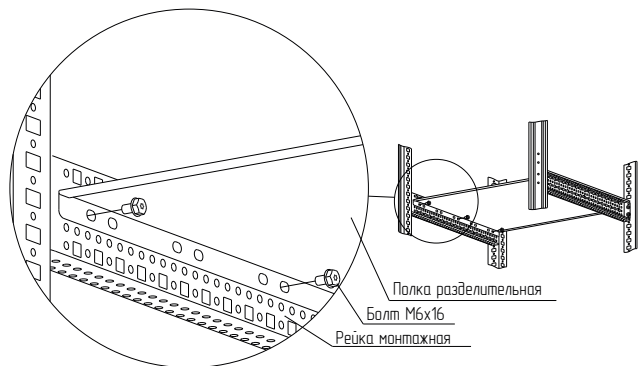

Рисунок 19
4.8.3 Закрепить полку разделительную болтами М6×16 между рейками монтажными (рисунок 19). Момент затяжки – 7 Н·м. Болты приобрести отдельно.